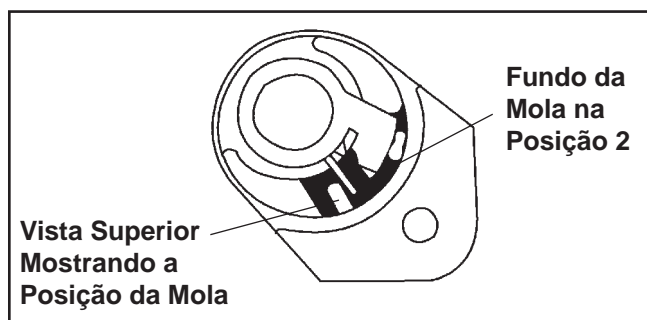

Figura 5-16. Alavanca do Obturador de Ar com a Tampa Retirada.
3. Instale o conjunto do veio do obturador de ar e a mola com a patilha da mola inferior instalada no segundo nó a partir da direita. Consulte a Figura 5-16.